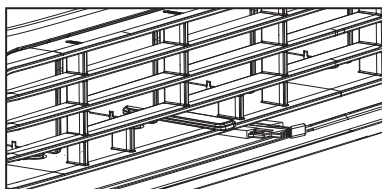

Figure 1 (ÉVENT FERMÉ)
1. Faire recirculer l'air à l'intérieur de la pièce – événement fermé (voir Fig. 1)